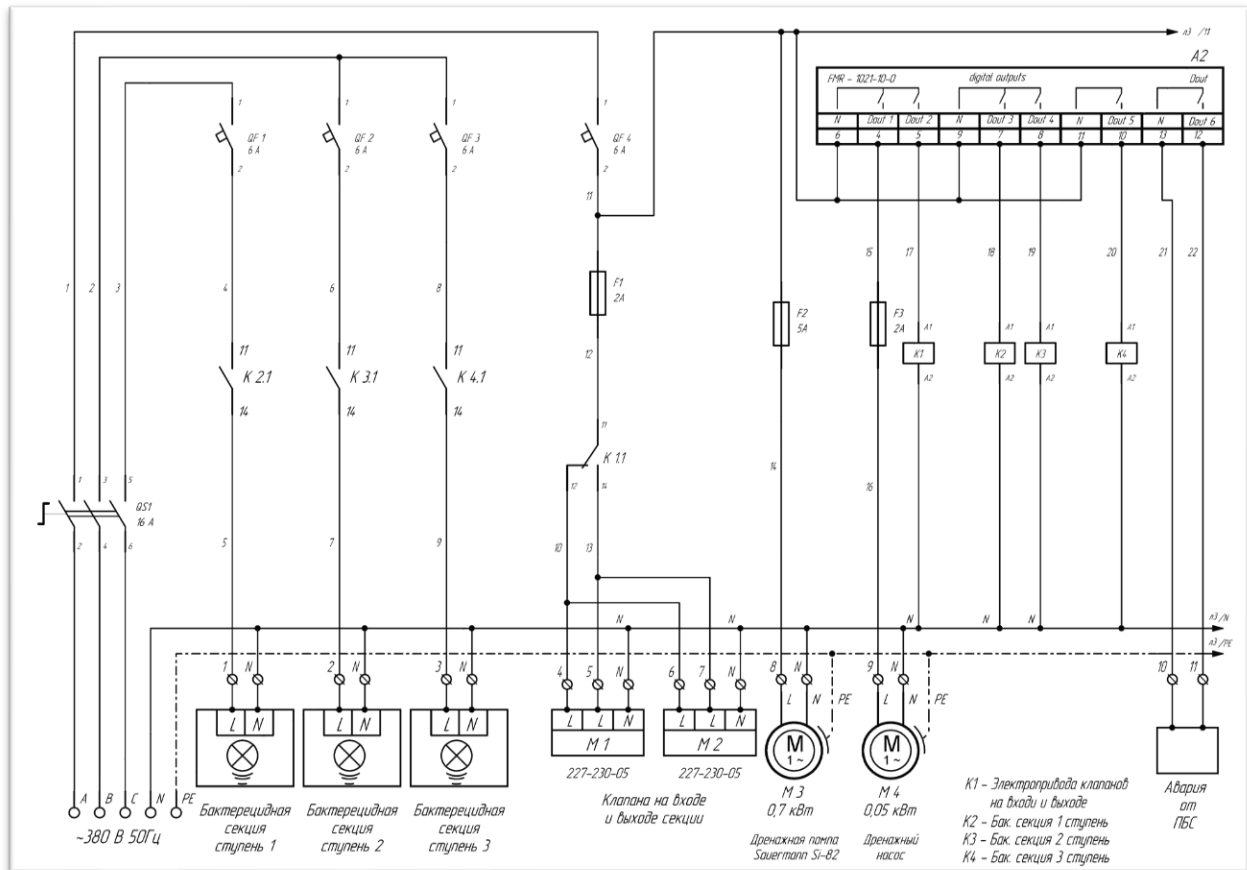

Рис.8. Трехфазное подключение бактерицидных ламп
- 7.2.4. Если количество ламп более 10, то подключение осуществляется на 3 фазы, т.е. количество ламп равномерно делится на 3 сборки, каждая из которых подключается к отдельной фазе питания. Каждая из сборок состоит из групп, которые состоят из параллельно соединенных ламп в количестве не более 10 штук. Группы в пределах сборки соединяются параллельно. Схема коммутации ламп на одну фазу при трехфазном подключении представлена на рис.8